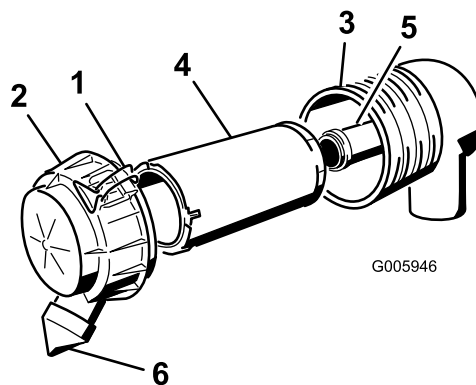

Figure 28
3. Ouvrez les attaches du filtre à air et enlevez le couvercle du corps du filtre (Figure 28).
6. Sortez l'élément principal du corps du filtre avec précaution (Figure 28). Évitez de cogner l'élément à l'intérieur du corps.
9. Si vous remplacez l'élément filtrant de sécurité, insérez-le avec précaution dans le corps du filtre (Figure 28).
10. Placez ensuite l'élément principal sur l'élément de sécurité avec le même soin (Figure 28). Assurez-vous qu'il est bien engagé en appuyant sur le rebord extérieur.
11. Reposez le couvercle du filtre à air, le côté portant l'inscription "UP" en haut, et fermez les dispositifs de verrouillage (Figure 28).